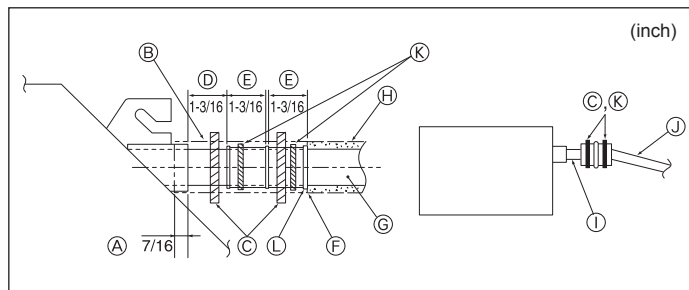

Fig. 4-6
1. Raccorder la prise d'écoulement (fourni avec l'appareil) au port de drainage. (Fig. 4-6)